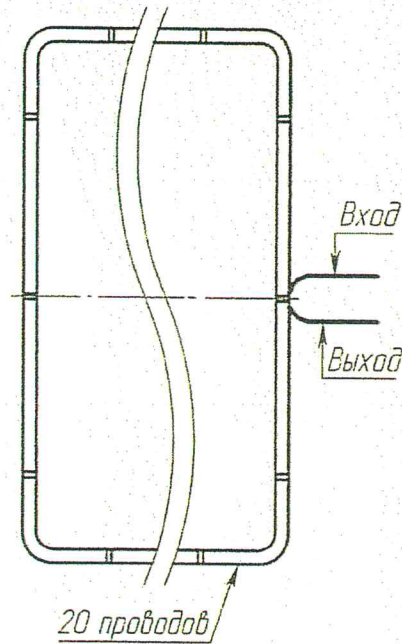

Рис.3
(остальное - рис.3)
- Катушки ЯИЧШ.6854.22.005-01 и -02: намотать проводом ПЭТВ-2 d=0,6 мм по рис.3, установить одну стяжку Б. Затем сверху намотать проводом ПЭВТЛ-2 d=0,3 мм по рис.3 и установить семь стяжек по рис.3, охватив ими все провода.
- Катушка ЯИЧШ.6854.22.005-03: устанавливать 8 стяжек по рис.3.